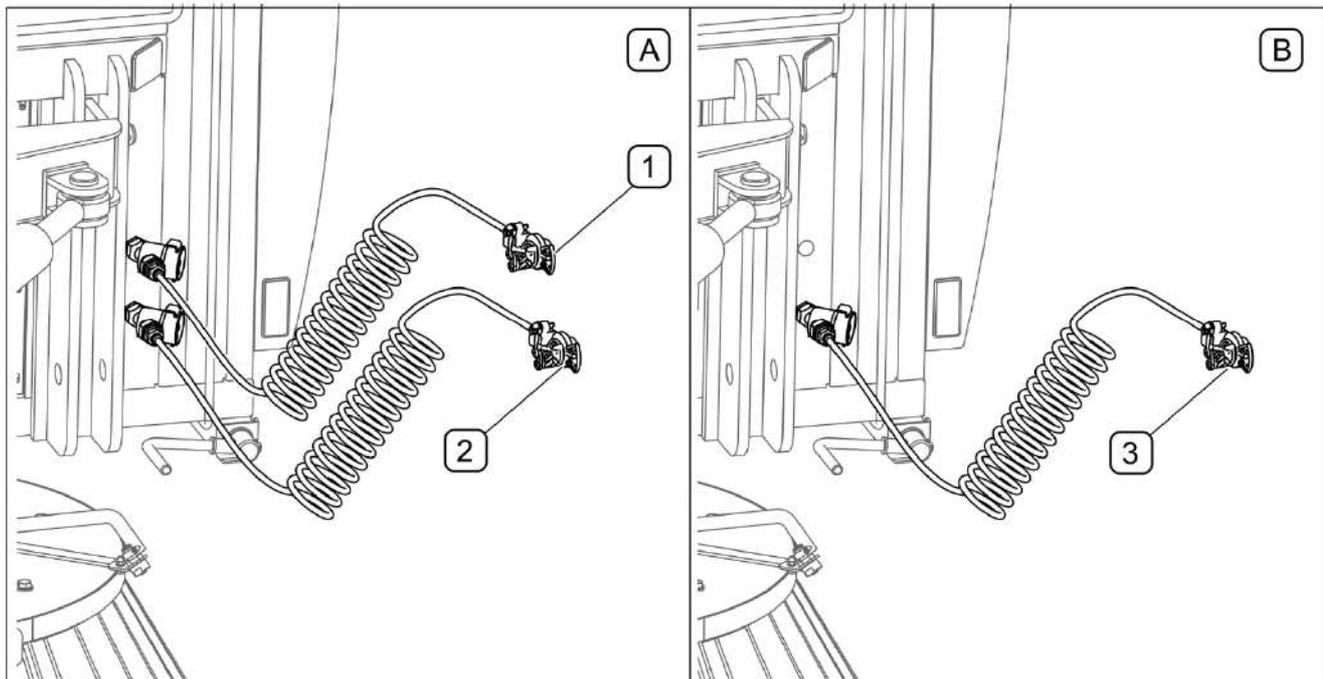

FIGURE 4.4 Connexion de l'installation de freinage pneumatique
En fonction de l'option de accessoires, la balayeuse peut être équipée de l'installation pneumatique de freinage (FIGURE 4.4) à deux conduits (A) ou à un conduit (B). Les raccords de sécurisation sont exécutés en matière plastique teintée. Les couleurs de ces éléments correspondent aux couleurs des mains d'accouplement sur le tracteur: